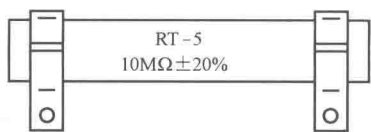

图 1-6 直标法
(1) 直标法 直标法是用阿拉伯数字和单位符号在电阻器表面直接标出标称阻值，其允许偏差直接用百分数表示。图 1-6 表示标称阻值为 $10\text{M}\Omega$ ，允许偏差为 $\pm 20\%$ 的电阻器。